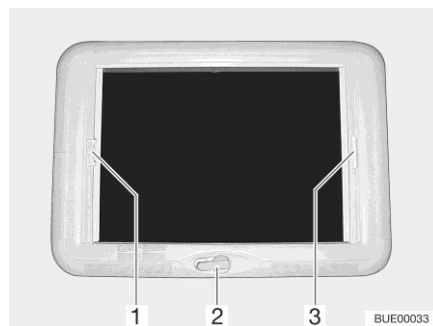

Fig. 126 Lanterneau à manivelle
- Tourner la manivelle (Fig. 126,2) jusqu'à ressentir une résistance.
- Tirer la poignée du dispositif occultant plissé (Fig. 126,3) et le relâcher lorsqu'il a atteint la position voulue. Le dispositif occultant plissé reste alors à cette position.
- Tirer sur la poignée (Fig. 126,1) de la moustiquaire jusqu'à toucher la poignée du dispositif occultant plissé (Fig. 126,3) située vis-à-vis et la faire s'enclencher.
- Appuyer sur la poignée de la moustiquaire (Fig. 126,1) vers l'arrière et le haut et décrocher la moustiquaire du dispositif occultant plissé (Fig. 126,3).